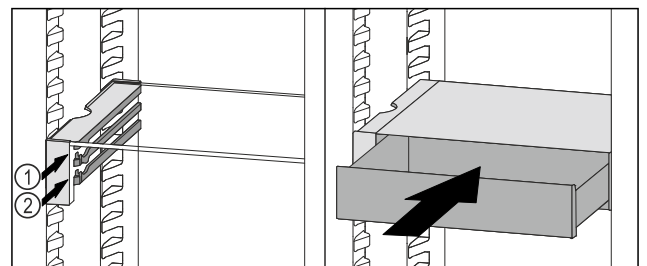

Fig. 101
- ▶ Coloque el cajón VarioSafe en la nervadura deseada Fig. 101 (1) o Fig. 101 (2) detrás de los topes.